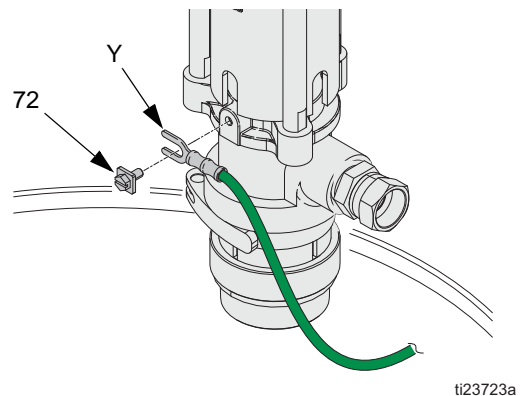

FIG. 9
1. **Bomba:** Conecte el cable de tierra (Y) al tornillo de tierra (72) y ajuste firmemente el tornillo. Consulte FIG. 9. Conecte el otro extremo del cable a una tierra verdadera. Asegúrese de cumplir todos los códigos eléctricos nacionales y locales.